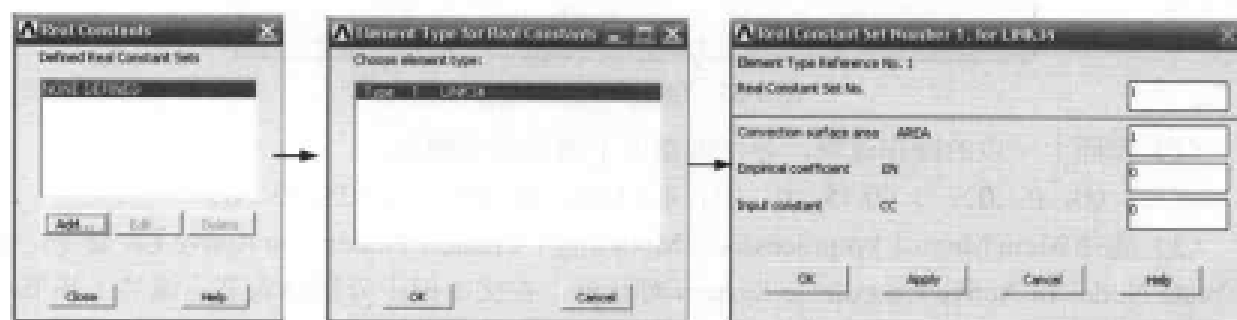

图 9-64 LINK34 单元实常数设置过程
(3) 单击 Element Types 对话框上的 Close 按钮, 关闭该对话框。
(4) 选择 Main Menu | Preprocessor | Real Costants | Add/Edit/Delete 命令, 出现 Real Costants 对话框, 单击 Add 按钮, 出现 Element Type for Real Constants 窗口, 选择 Type 1 LINK34 选项, 单击 OK 按钮, 出现 Real Contant Set Number 1,for LINK34 对话框, 在 Convection surface area AREA 文本框中输入 1, 单击 OK 按钮关闭该对话框。实常数的设置过程如图 9-64 所示。